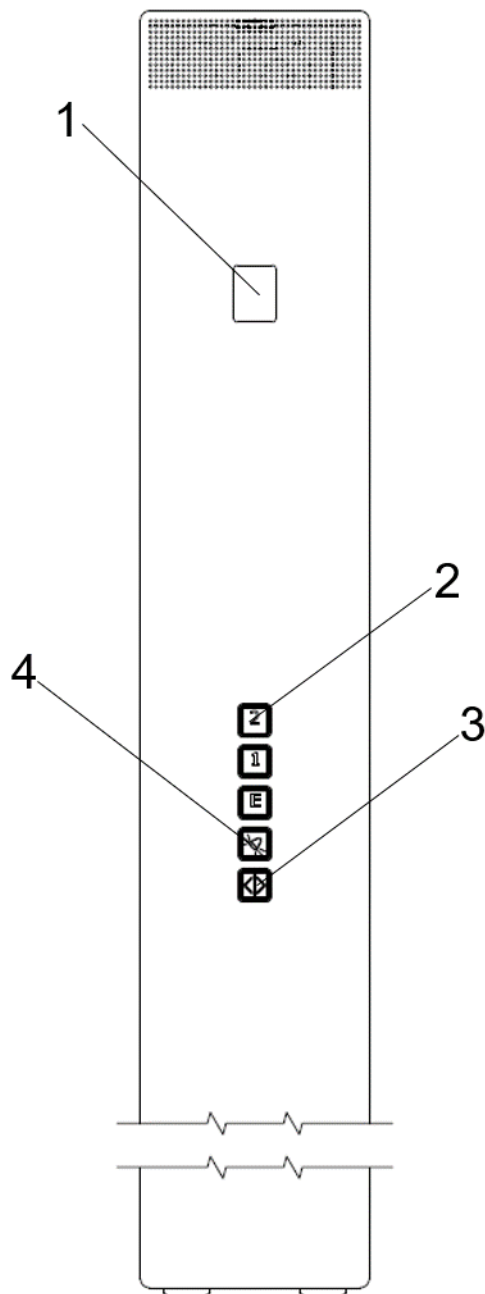

Fig. 37 Betjeningspanel i elevatorstol
1. Kontrollér funktionen for alle etageknapper (2) på betjeningspanelet, se Fig. 37.
2. Advisér alarmcentralen om, at der vil blive gennemført en test af nødsignalet (gælder for elevatorer som er tilsluttet til en alarm central). Tryk og hold nødsignalknappen (4). Kontrollér at der lyder et nødsignal, når nødsignalknappen holdes inde i 10 sekunder, og kontrollér at nødsignalet videresendes til alarmcentralen, hvis elevatoren er tilsluttet til en alarmcentral. Nulstil alarmer ved hjælp af